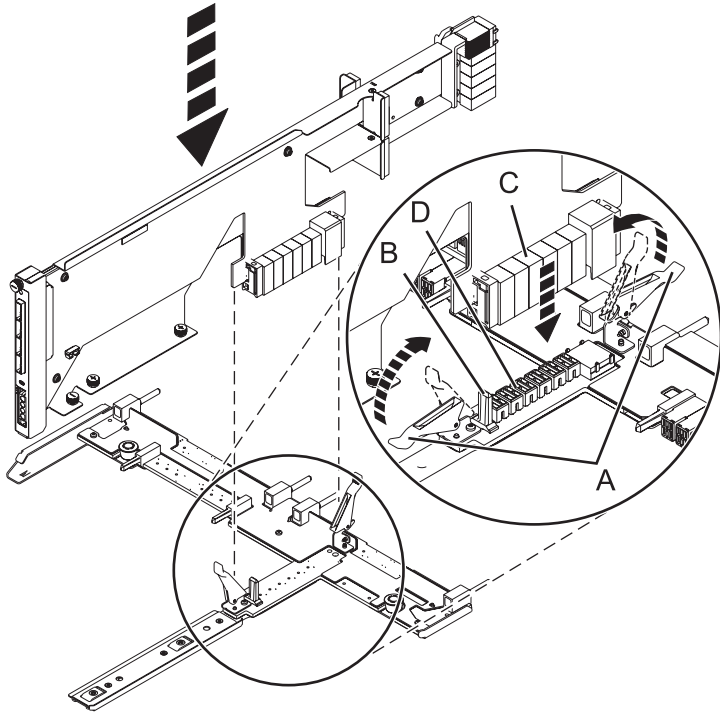

Figure 57. Installation de la carte d'extension SAS dans le fond de panier central
- a. Placez le connecteur de la carte (C) sur le raccord du fond de panier central (D) en vous aidant du guide (B) pour assurer un raccordement adéquat.
- b. Relevez le levier (A) pour insérer et fixer la carte d'extension SAS dans le fond de panier central, comme indiqué dans la figure 57, à la page 79.